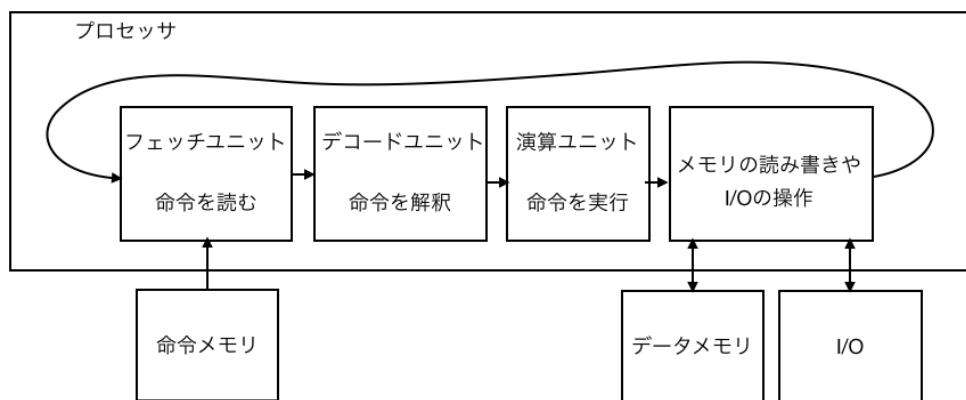

図6 今日のプロセッサの典型的な構成方式。処理性能向上のために、各ユニットは可能な限り並行に動作するように工夫されることが多い。
**■ソフトウェア・プログラミング** 今日のプロセッサの基本的な構成方式は、図 6 に示すノイマン型アーキテクチャと呼ばれる方式です。ノイマン型アーキテクチャがプログラムを実行する手順はおよそ次の通りです。